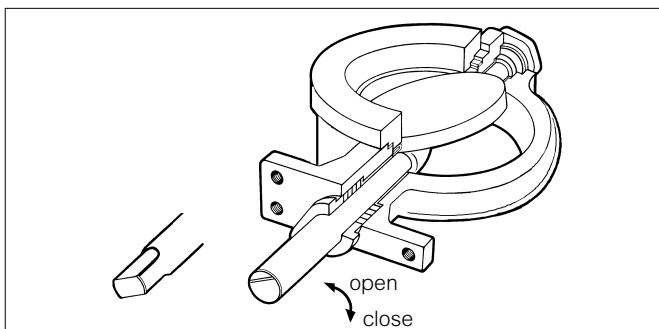

Fig. 10. Posiciones abierta y cerrada de la válvula
La línea paralela al disco del cabezal del eje de la válvula muestra aproximadamente la posición cerrada del disco (ver Fig. 10).
- Compruebe la posición entre el anillo del asiento y el disco. La válvula se cierra en el sentido de las agujas del reloj (ver Fig. 10).
- Empuje los ejes hacia las perforaciones del disco. Alinee los agujeros de los pasadores. La posición del eje (11) con respecto al disco debe ser conforme a la Fig. 10.